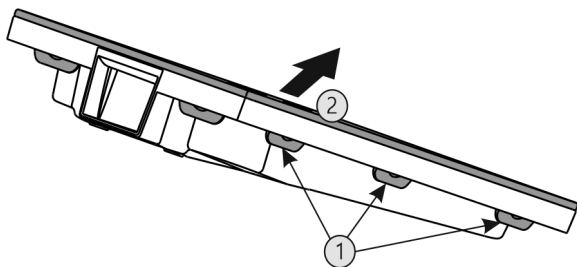

Fig. 42
- ▶ Последовательно нажать на все наклейки Fig. 42 (1) и снять крышку Fig. 42 (2).